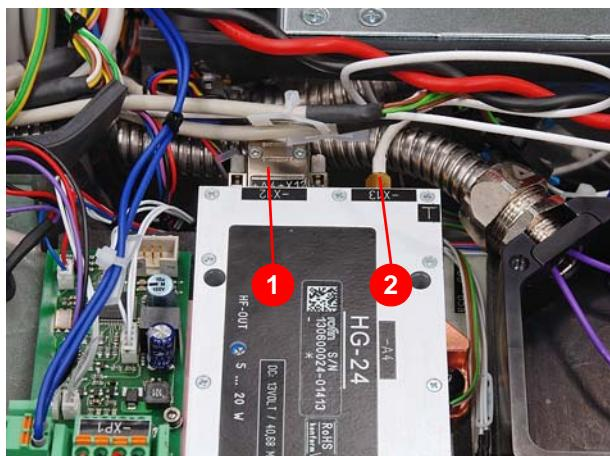

Abbildung 7.129 Ausbau HG-24
3. Anschlußstecker -X12 (1) (Abbildung 7.129) und HF-Leitung -X13 (2) abklemmen.